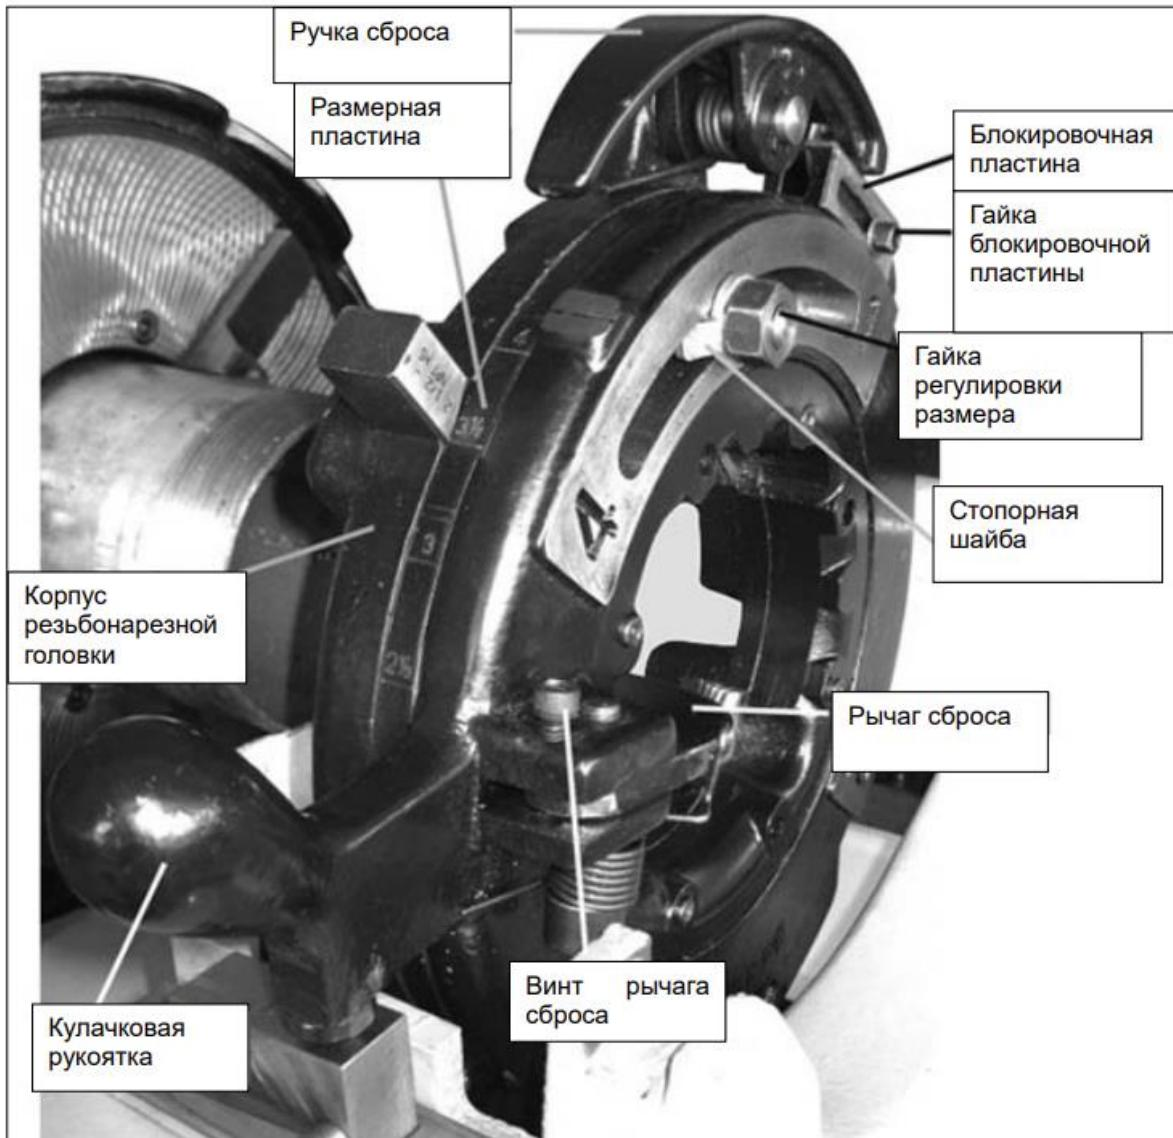

Рис. 3 Установка резьбонарезных ножей 2 1/2"-4"
Установка плашек в резьбонарезную головку 2 1/2"-4" (Рис. 3).
3. Опустите кулачковую рукоятку. (Рис. 3 и 4)
1. Выкрутите винт рычага сброса и выньте его из посадочного отверстия. Отцепите пружину сброса от рычага сброса. Поверните рычаг сброса вправо, пока отверстие на пластине не поравняется с отверстием для винта в шарнирном блоке. Вставьте винт рычага сброса в посадочное отверстие и закрутите его до конца. (Рисунок 3 и 5).
2. Теперь рычаг сброса выведен из работы. (Рисунок 3 и 5).
3. Сдвиньте синусоиду вправо до конца и зафиксируйте на крючок. (Рисунок 3 и 5).
7. Когда желаемая длина резьбы будет достигнута, нажмите ручку сброса для отсоединения защелки (Рисунок 3). Резьбонарезная головка раскрыта.